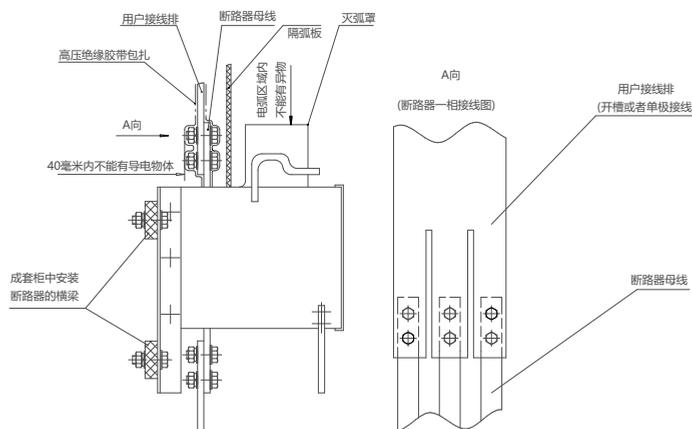

图21 千伏级安装示意图
7.1.3 额定工作电压1140V断路器用于高次谐波较严重的配电系统中，如中频炉炼钢设备的配电系统，必须采取抑制谐波的措施，在变频装置的输入输出端安装合适的谐波滤波器。否则，会对断路器的绝缘造成严重破坏，甚至短路。断路器用于AC1140V安装示意图图21，安装过程务必注意 ⚠️